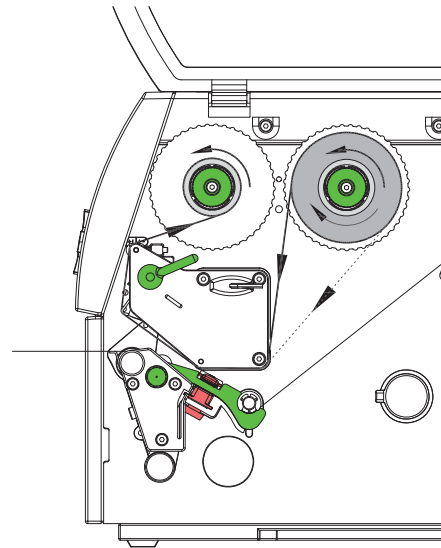

Figure 12 Défilement du ruban transfert
6. Placer le mandrin approprié (4) sur l'enrouleur de rubans (5), le positionner et le fixer de la même façon que la bobine.
7. Guider le ruban transfert à travers le mécanisme d'impression comme dans la Figure 12. La ligne continue est valable pour les rubans à encrage interne et la ligne en pointillés pour ceux à encrage externe.
8. Fixer le début du ruban transfert avec une bande collante sur le mandrin (4). Dans le cas de l'utilisation de mandrins plus larges que le ruban transfert, utiliser l'échelle (7) sur le support de la tête d'impression afin d'aligner le ruban. Respecter le sens de rotation - à l'inverse des aiguilles d'une montre - de l'enrouleur de ruban.
9. Tourner l'enrouleur (5) à l'inverse des aiguilles d'une montre pour lisser le mouvement du ruban transfert.
10. Tourner le levier (6) dans le sens des aiguilles d'une montre pour bloquer la tête d'impression.